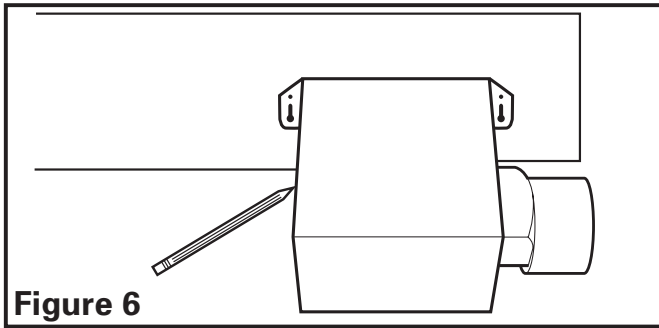

Figure 6
- Installation des Onglets de montage:** positionner le châssis contre la solive et tracer un contour du châssis sur le matériau du plafond (**Figure 6**). Mettre le châssis de côté et découper l'ouverture, en prenant soin de ne pas couper de câble électrique dissimulé ou autre utilité. Placer le châssis près de la solive et vous assurer qu'il soit à effleurement avec le plafond fini. Fixer avec quatre (4) clous (non-comprisés) pour assurer une installation adéquate (**Figure 4**).